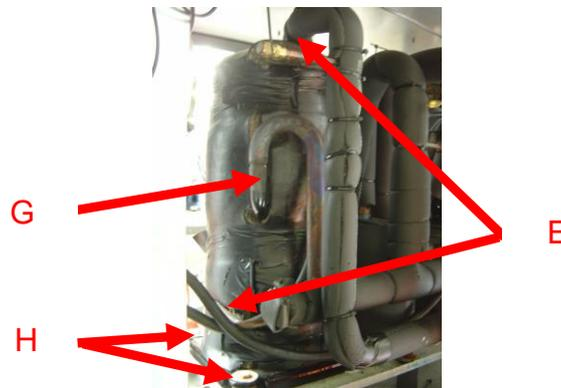

Figure 3
6) Débraser le tube de refoulement (figure 3, repère E) ainsi que le tube d'équilibrage d'huile (figure 3, repère F).
7) Dévisser la bouteille anti coup de liquide située entre les deux compresseurs, puis débraser le tube d'aspiration (figure 3, repère G) en soulevant l'ensemble « bouteille anti coup de liquide + collecteur d'aspiration ».
8) Retirer les vis de fixation du compresseur (figure 3, repère H) et l'extraire par l'arrière de la pompe à chaleur.